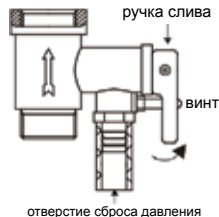

Рис. 6
4. На входной патрубок обозначенный голубым цветом и стрелкой направления течения воды накрутите предохранительный клапан так, чтобы течение воды совпадало с направлением стрелки на корпусе клапана. На отверстие сброса давления предохранительного клапана (см. рис. 6) оденьте дренажную трубку* для отвода воды (возможно появление при нагревании) в канализацию (трубку необходимо направить строго вниз и запрещено перегибать её).
6. Чтобы слить воду из внутреннего резервуара необходимо, воспользоваться предохранительным клапаном: открутить винт ручки слива предохранительного клапана и перевести ручку слива в верхнее положение, при этом кран выхода горячей воды должен быть открыт, а кран подачи холодной воды в водонагреватель должен быть перекрыт (смотри рис. 6). Из отверстия сброса давления предохранительного клапана потечет вода. Никогда не сливайте воду, если ее температура выше 50 °С, т. к. это может привести к ожогам.